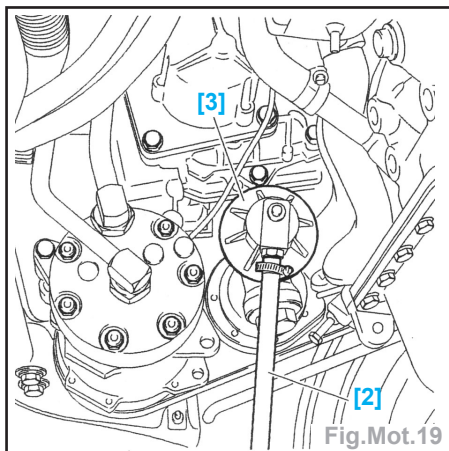

Fig.Mot.19
- Poser l'outil [3] en lieu et place du filtre à huile (Fig.Mot.19).